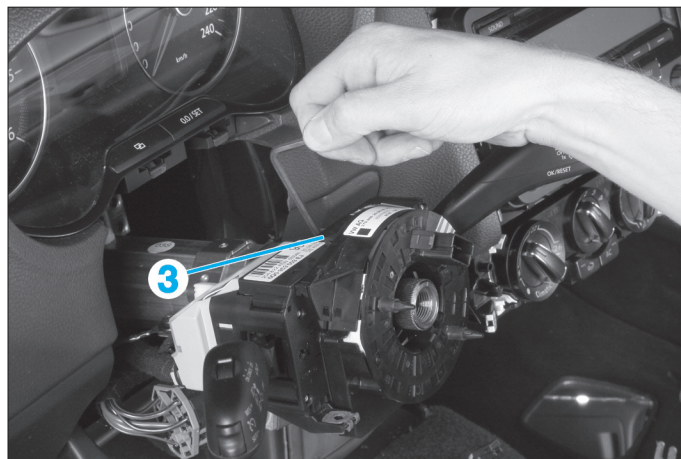

FIG. 32
- Desserrer de quelques tours la vis (3) du contacteur tournant (Fig.32).